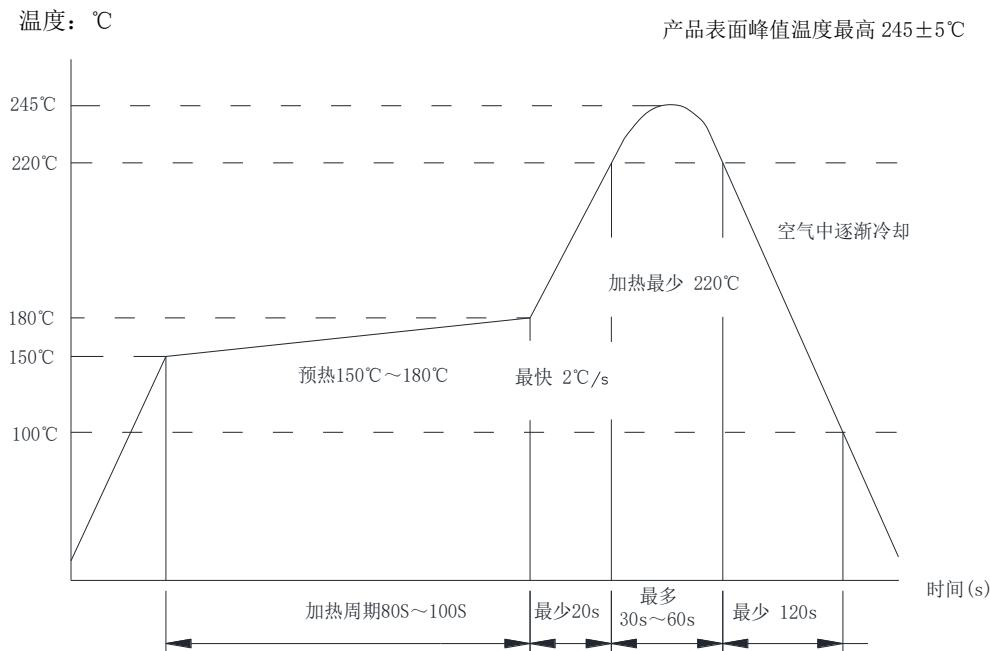

图 7 典型的回流焊温度曲线
7.3.1 回流焊接工艺时请参考图 7 所示温度曲线，建议设置预热区、加热区设置、最高温区、降温区。